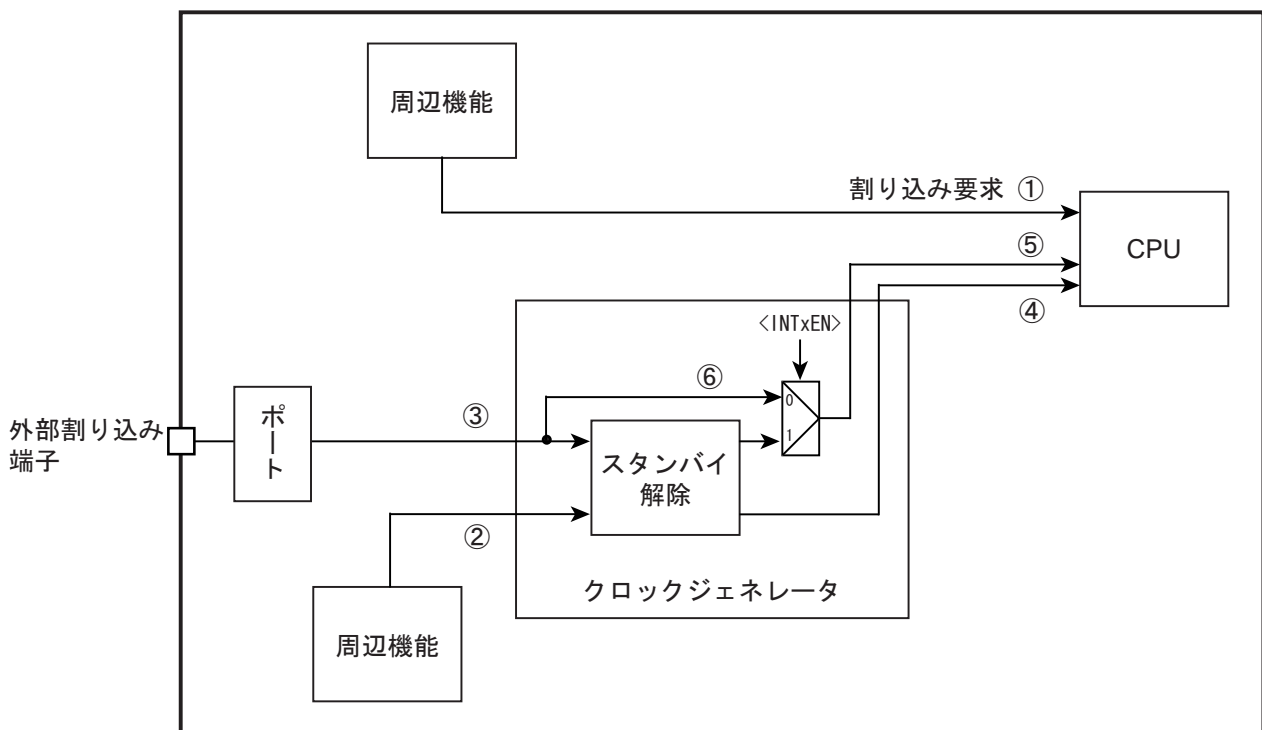

図 6-1 割り込みの経路
割り込み要求の経路を図 6-1 に示します。
外部割り込み端子からの入力信号は、入力ディセーブル($PxIE < PxmIE = "0"$)の場合 "High" となります。また、外部割り込みをスタンバイ解除要因として使用しない場合（「図 6-1 割り込みの経路」の⑥の経路）、外部割り込み端子からの入力信号がそのまま CPU に伝わります。CPU は "High" 入力を割り込みとして認識しますので、入力ディセーブルのまま CPU で該当する割り込みを有効にすると割り込みが発生します。